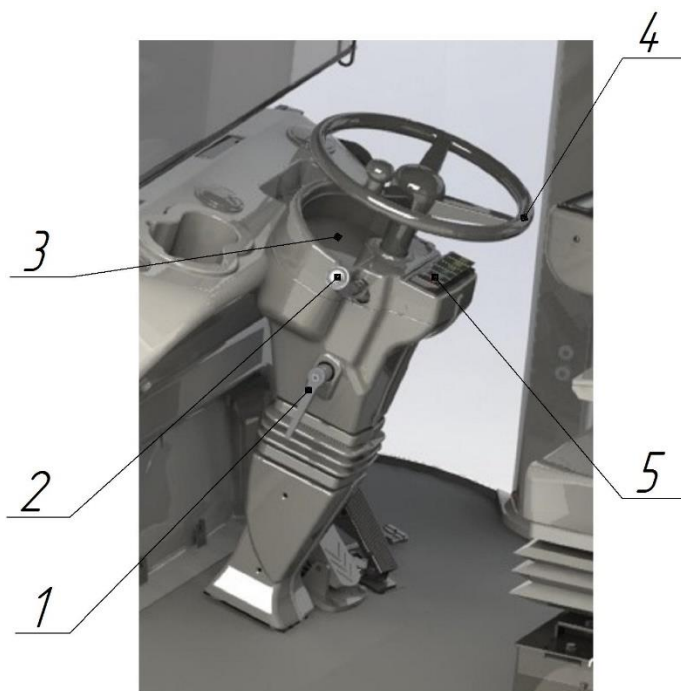

Рис.16. Рулевая колонка
Рулевая колонка имеет возможность регулировки угла наклона. Изменение угла наклона производится поворотом рукоятки (1) против часовой стрелки. Затем выбирается нужный угол и фиксируется рукояткой, вращением её по часовой стрелке до упора. Регулировка рулевого колеса по высоте производится при вывернутом на 2-3 оборота маховике, расположенном в центре рулевого колеса. Панель клавишных переключателей (рис.17) расположена на рулевой колонке под рулевым колесом (рис.16).